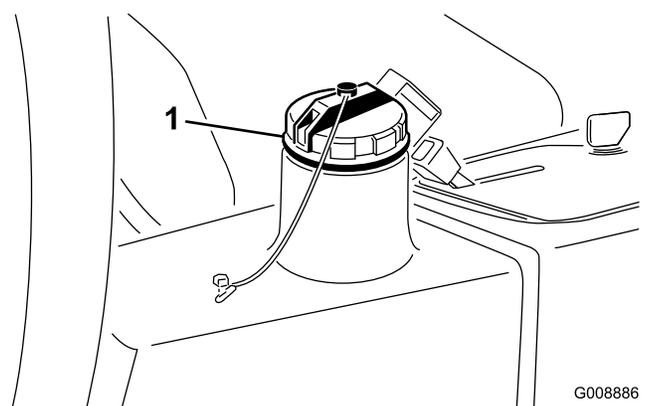

図 75
4. 油圧オイルタンク 図 75 に約 13.2 リットルの油圧オイルを入れる 油圧システムを点検する \(ページ 27\) を参照。